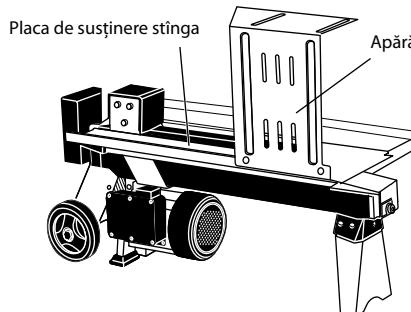
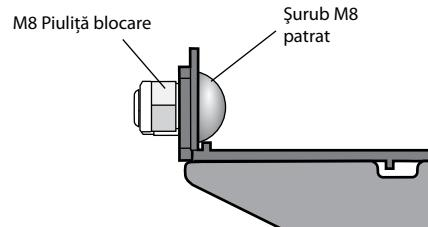

Fig. 1a
Fig. 1b
- Introduceți apărătoarea stângă în canelura plăcii de susținere stânga, asigurați-vă că orificiile apărătoarei stânga sunt aliniate cu orificiile plăcii de susținere stânga, utilizați 2 șuruburi patrate M8 și 2 piulițe de blocare. (Fig.1a, Fig.1b).